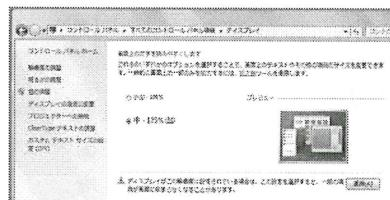

図 3-8 ディスプレイ設定画面 1
- (5) 「ディスプレイ」画面は表示が、図 3-8 の場合と、図 3-9 の場合があります。